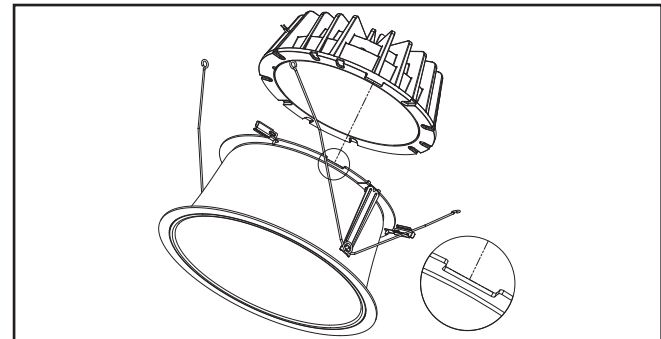

Figure 35
4. Insérez le moteur lumineux à DEL sur l'assemblage de la garniture. Alignez la languette sur le moteur lumineux à DEL sur l'assemblage de la garniture (Figure 35).